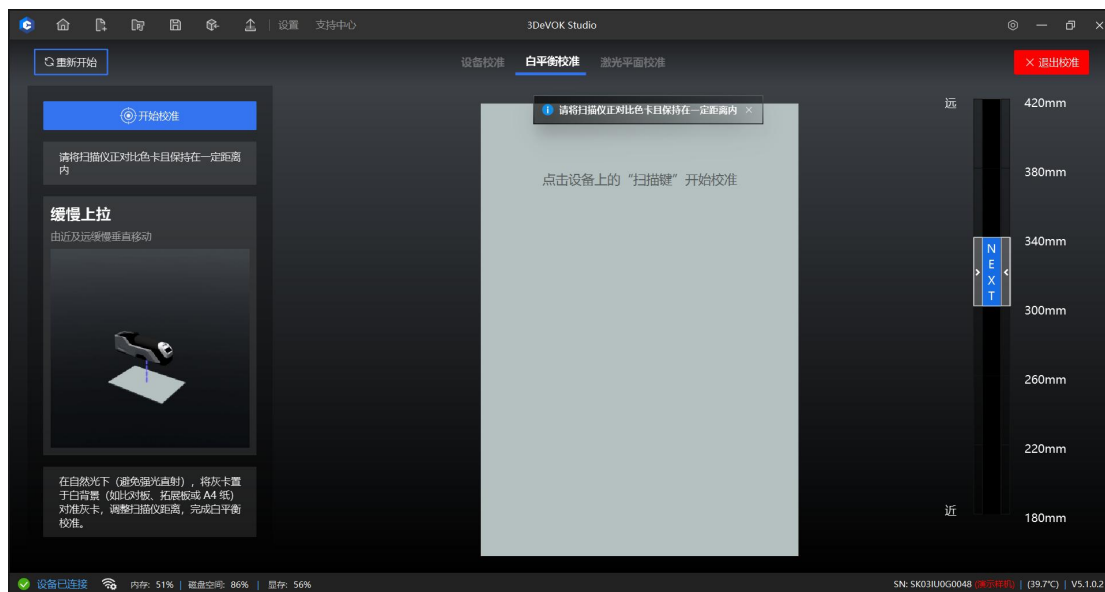

图 6-5 白平衡校准软件截图示意图
- 2、点击软件左上侧的“开始校准”按钮或点击扫描仪触摸屏  按钮，按照软件指引，进行白平衡标定（如图 6-5 所示）。